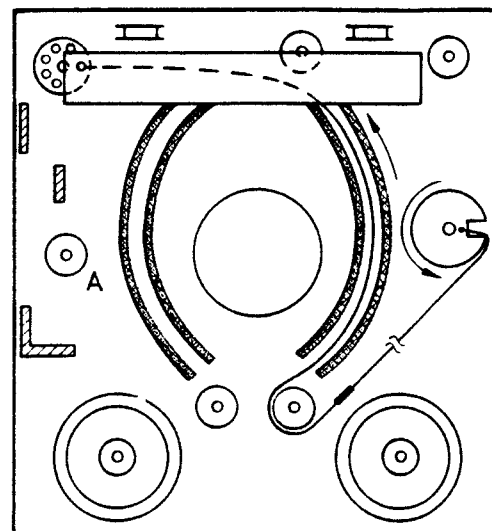

Abb. 2
- Unterese Seil über vordere rechte Umlenkrolle in der rechten Schlittenführung verlegen. Die kleine Rolle dabei hinten unter die Verriegelungsmechanik durchstecken und Rolle auf die Rollennachse hinten links aufstecken (kleine Löcher der Rolle nach oben), siehe Abb. 2.
- Unterese Seil auf Fädelgetriebe durch Drehen desselben (linksherum) aufwickeln, bis das Seil leicht gespannt ist. Es kann dabei das Fädelgetriebe leicht angehoben werden, so daß der Fädelfmotor nicht mitdreht. Der Mitnahmenocken für den rechten Fädelschlitten liegt danach rechts von der Umlenkrolle (siehe Abb. 2).